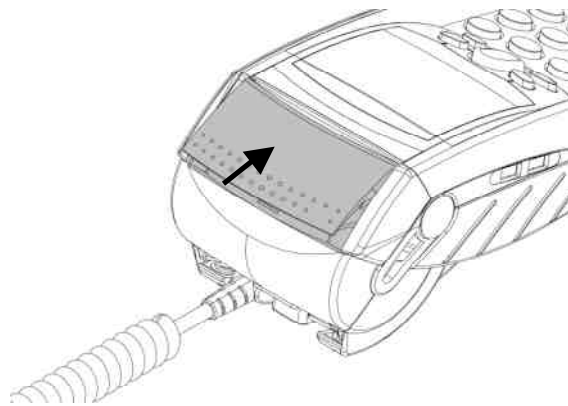

fig.1a
- 2- Ouvrir le capot du logement papier (figure 1a) de la façon suivante :